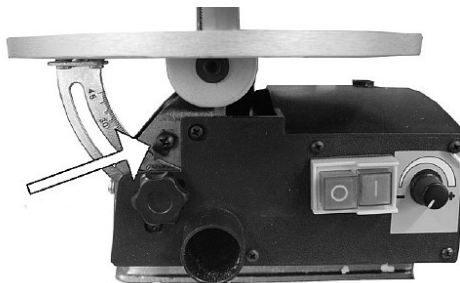

Abb. 16: Einstellen der Skala
Schritt 2: Lösen Sie die Sicherungsschraube (Abb.16), die die Skalenanzeige fixiert. Bewegen Sie den Indikator auf die 0 ° Markierung und ziehen Sie die Schraube fest an.